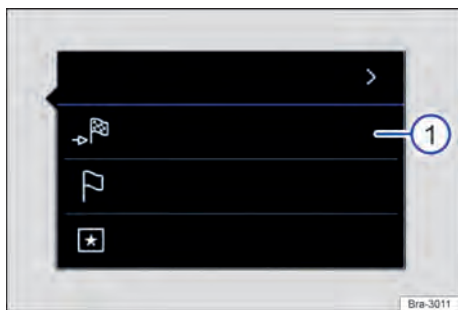

Fig. 151 Tocar o ponto desejado no mapa para registro direto do destino.
O mapa de navegação para o seu país contém em vários locais áreas ativas, próprias para uma entrada de dados diretamente a partir do mapa. Para isso toque com o dedo no local desejado no mapa e havendo para este local dados ativos, abre-se uma janela adicional referente ao destino tocado → **Fig. 151 ①**.
→ **Fig. 151 ①**: